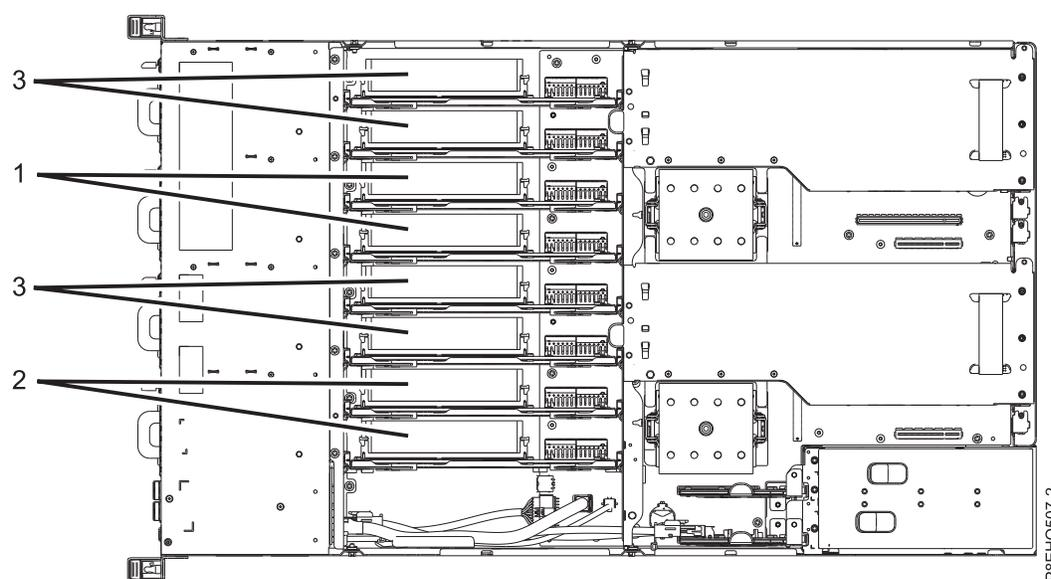

Figure 34. Séquence d'installation pour les cartes de bus mémoire 8335-GCA
Les cartes de bus mémoire doivent être installées en séquence : (1), puis (2), puis (3), comme illustré dans la figure 34. Par défaut, les premières positions (1) sont toujours occupées.